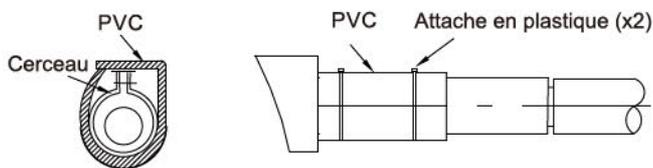

Fig. 2
- b : Enrouler le coton d'isolation thermique sur le tuyau d'isolation de vidange et sur le cerceau, comme indiqué sur la Fig. 2.